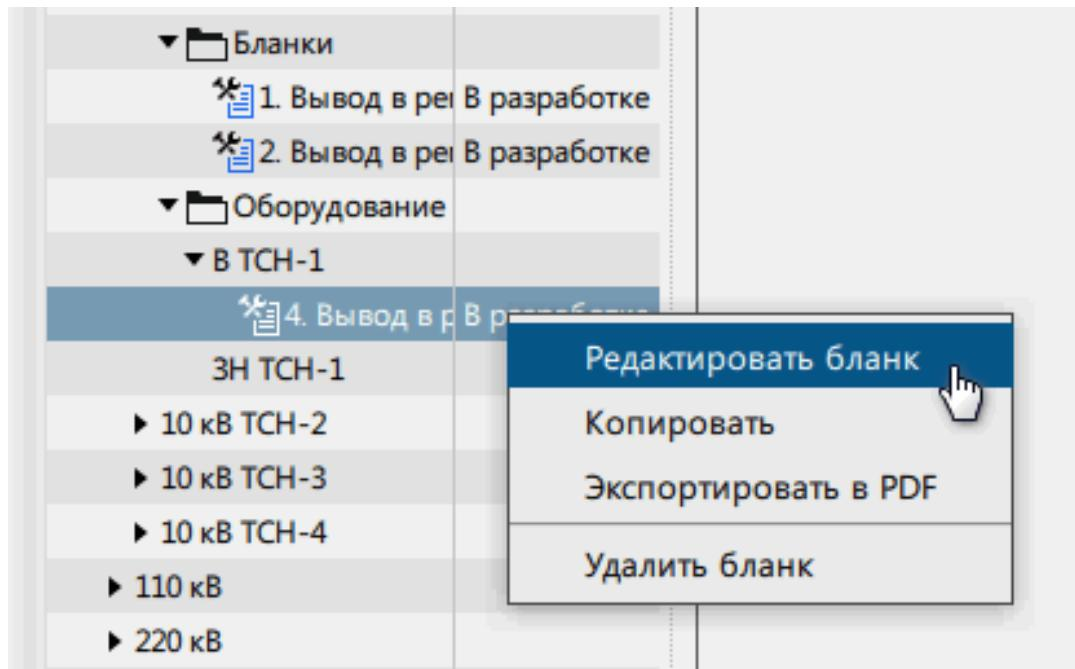

Рисунок 116 - Редактировать бланк
4. Нажмите по созданному бланку **ЛКМ** и выберите команду **Редактировать бланк** (Рисунок 116). Статус бланка перейдет в состояние «Редактируется».